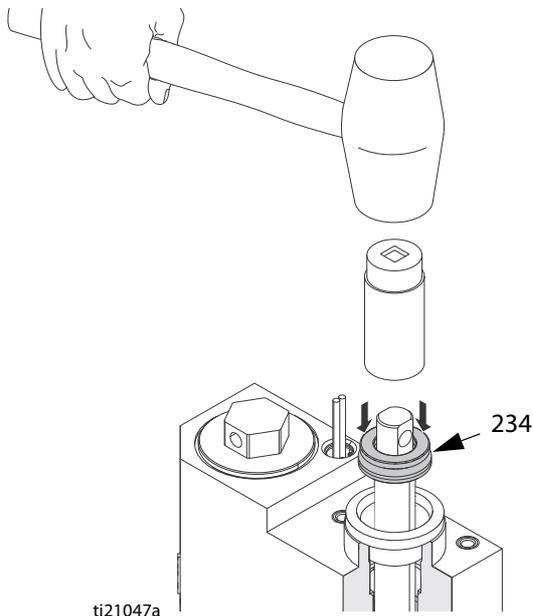

Рис. 26
- 3. Вставьте узел поршневого штока (223) в выпускной коллектор (203) расправителя.
- 4. Нанесите консистентную смазку на щелевое П-образное уплотнение (234) и установите это уплотнение на поршневой шток (223) кромками вниз.
- 5. Поднесите удлиненный торцевой ключ диаметром 22,23 мм (7/8 дюйма) или отвертку диаметром 9,53 мм (3/8 дюйма) к верхней части поршневого штока (223) и, пользуясь резиновым молотком, осторожно постучите по щелевому П-образному уплотнению (234), чтобы установить его на место. См. Рис. 26.